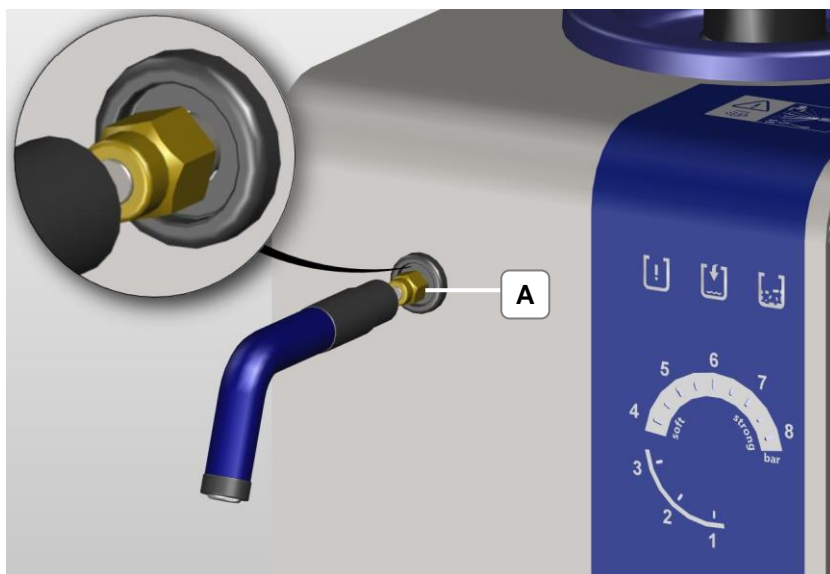

Bild 4.2.1: Anschluss Mutter mit Blindstopfen
1. Entfernen Sie den Blindstopfen durch Abschrauben der Mutter (A) mit einem Gabelschlüssel SW 12 mm (Bild 4.2.1).